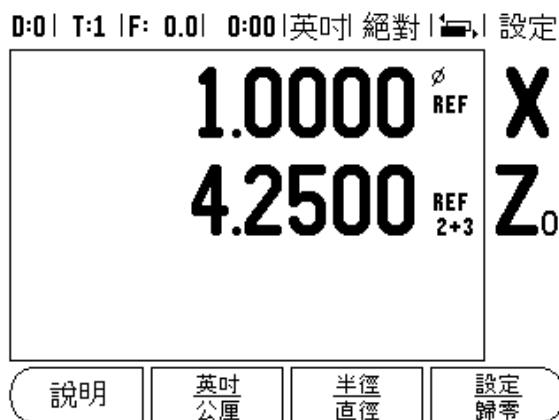

Fig. II.4 Z párosítás engedélyezése
- ▶ Nyomja meg az egység hátulján lévő jeladóbemenetre vonatkozó számbillentyűt. Nyomja meg a + vagy a - funkciógombokat a második bemenet elsőhöz történő párosításához. A bemenet számai a tengelycím mellett jelennek meg, jelezve, hogy az a pozíció egy párosított pozíció (pl.: "2 + 3"). Lásd Fig. II.4.
A Z₀ és a Z tengely párosításához, és az eredmény kijelzéséhez a Z₀ ablakban, nyomja meg és tartsa lenyomva a Z₀ gombot körülbelül 2 másodpercig. A Z pozíciók összege a Z₀ ablakban jelenik meg, és a Z₀ ablak elsötétül. Lásd Fig. II.4.